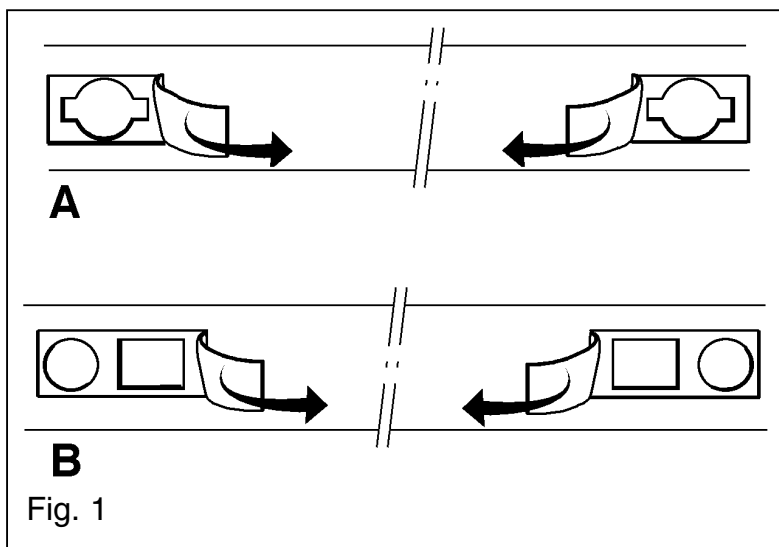

Fig. 1
1. Verwijder de twee plastic afdichtdoppen t.p.v. het achterpaneel (dwars-chassis) aan de onderzijde van het voertuig. Indien geen afdichtdoppen aanwezig zijn dient men de plakkers overeenkomstig fig.1 te verwijderen. **Attentie!** de plakkers bevinden onder de corrosie-bescherm laag. Plaats t.p.v. de onstane gaten G de twee kooimoeren A in het achterpaneel(dwarschassis). Indien het sleepoog demontabel is dient men de voorste bevestigingsbout te vervangen door één bout M8x70 inclusief veer-en sluitring.
1. Remueva los dos obturadores de plástico que se encuentran debajo del vehículo, a la altura del panel trasero (chasis transversal). Si hay adhesivos en vez de obturadores, remueva los adhesivos según se indica en fig. 1. ¡Atención! Los adhesivos se encuentran debajo de la capa anticorrosiva. Introduzca por los agujeros G las dos tuercas embutidas A en el panel trasero (chasis transversal). Si se trata de un anillo de enganche desmontable, sustituya el primer perno de fijación por uno M8x70, con arandela plana y arandela de resorte.
1. Fjern de to plastpropper ved bagpanelet (tværchassisset) på undersiden af køretøjet. Ifald der ikke er anbragt nogen plastpropper fjernes mærkatene ifølge fig. 1. Obs! Mærkatene er anbragt under antikorrosionslaget. Anbring de to bummøtrikker A på de fremkomne huller G i bagpanelet (tværchassisset). Ifald slæbøjet er demonteret bør den forreste montagebolts udskiftes med en bolt M8x70 inklusiv plan- og fjederskive.
1. Remove the two plastic blanks (at the back panel's cross chassis) located underneath the vehicle. If no blanks are present, the stickers indicated in fig. 1 should be removed. Please note! The stickers can be found under the anti-rust layer. At holes G, position cage nuts A in the back panel (cross chassis). If the towing eye is removable, the front fastening bolt should be replaced by one M8x70 bolt including spring washer and flat washer.